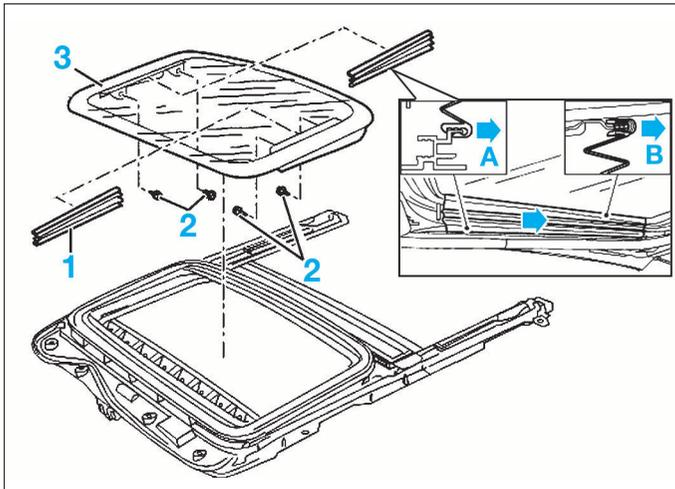

FIG. 80
- les couvercles de bras de guidage (1) (Fig.80), débuter par l'arrière en dégageant les clips inférieur (A) et supérieur (B).
- les vis de fixation (2) de la glace.
- la glace de toit ouvrant (3).
- Serrer les 2 vis arrière (2) (Fig.80).